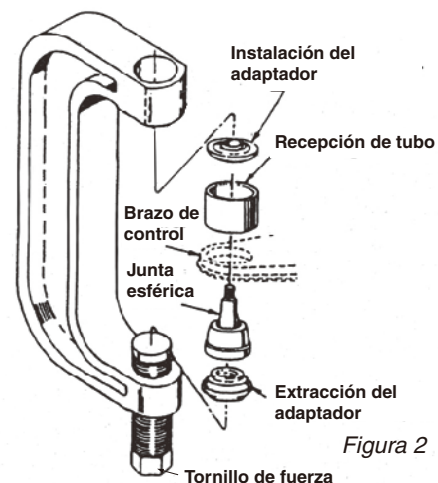

Figura 2
3. Ensamble todos los componentes de la rotula en la prensa "C", como se muestra en la Figura 2. Coloque el tubo receptor y apriete el tornillo de fuerza. Compruebe la alineación de todas las herramientas y componentes y continúe apretando el tornillo de fuerza hasta que la rótula este firmemente asentada.